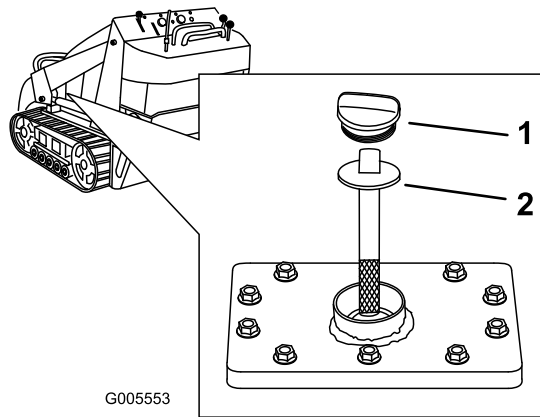

Figura 11
5. Limpie la zona alrededor del cuello de llenado del depósito de aceite hidráulico (Figura 11).
6. Retire el tapón del cuello de llenado y compruebe en la varilla el nivel de aceite (Figura 11).